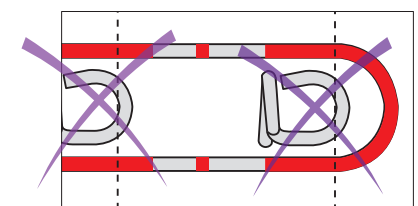

Fig.8
2. 取下垫片 ⑩（见图 8），并使用马克笔 ⑫ 确保凸轮 ⑨ 相对于致动器 ⑩ 仍处于中心位置（见图 4A）。
3. 按下锁 ⑬ 以加固设备，此时会听到“咔哒”的响声（见图 8）。